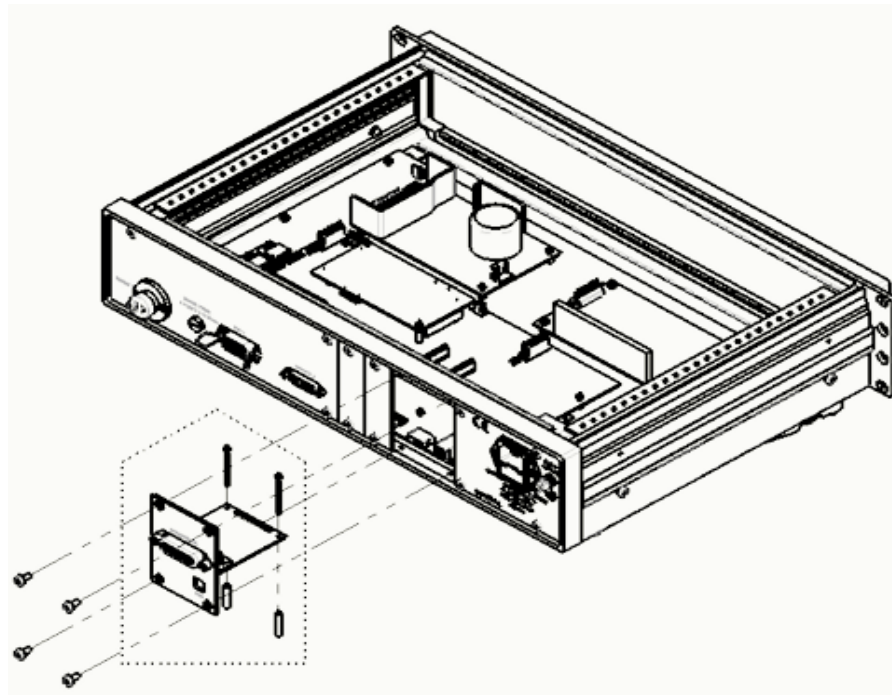

Figure 8–10 Installation d'une carte GPIB
3. Insérer la carte GPIB 1 sur la carte mère du contrôleur comme indiqué sur la *figure 8–9 Installation d'une carte GPIB*. S'assurer que les composants de la carte I/O se trouvent du côté droit.